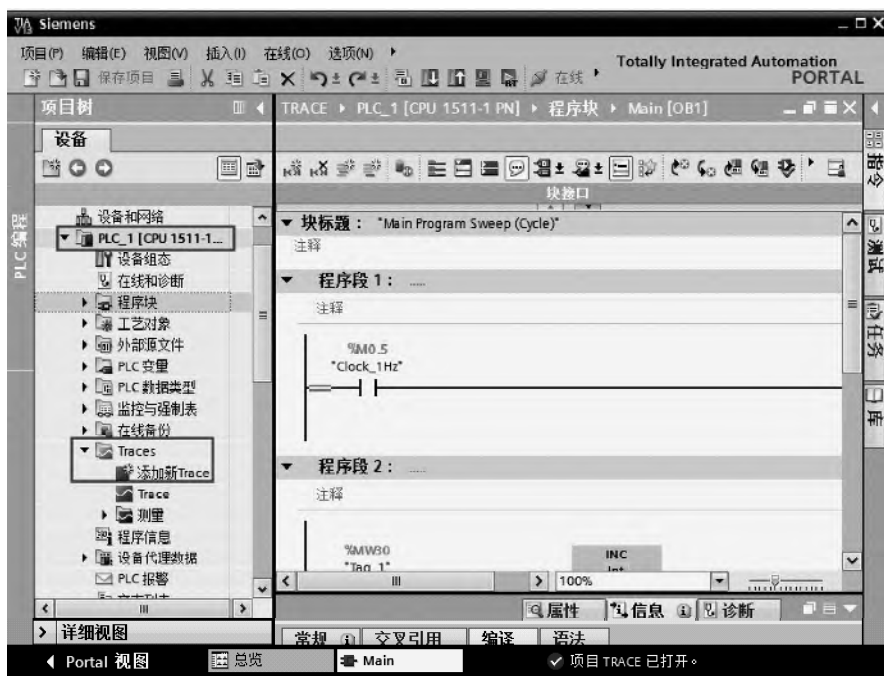

图 6-69 添加新 Trace
(1) 配置 Trace
① 添加新 Trace 在项目视图中，如图 6-69 所示，选中 S7-1500 CPU 站点的“Trace”目录，双击“添加新 Trace”，即可添加一个新的 Trace，如图 6-70 所示。此处用手机扫描二维码可观看视频“Trace”。